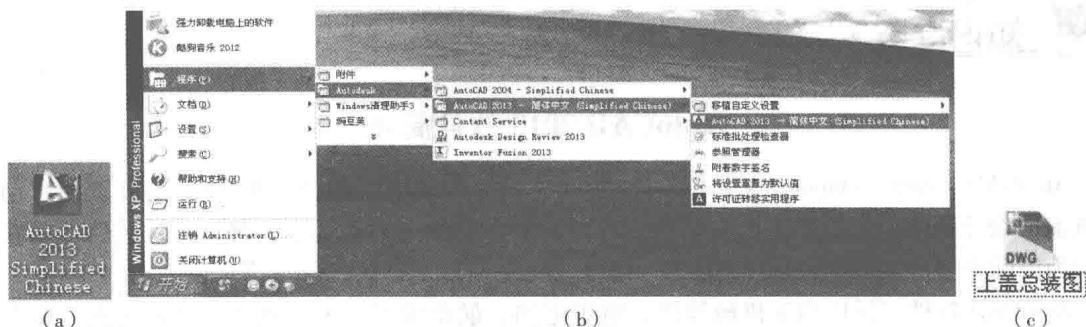

图 1-1 启动 AutoCAD 2013
- 桌面快捷方式图标: 安装 AutoCAD 2013 时,会在桌面上放置一个 AutoCAD 2013 的快捷方式图标,双击该图标即可启动 AutoCAD 2013,如图 1-1(a)所示。
- “开始”菜单: 依次选择“开始”→“程序”→Autodesk→AutoCAD 2013 - (Simplified Chinese)→AutoCAD 2013 命令,如图 1-1(b)所示。
- 双击已经存在的 AutoCAD 2013 图形文件(*.dwg 格式),如图 1-1(c)所示。